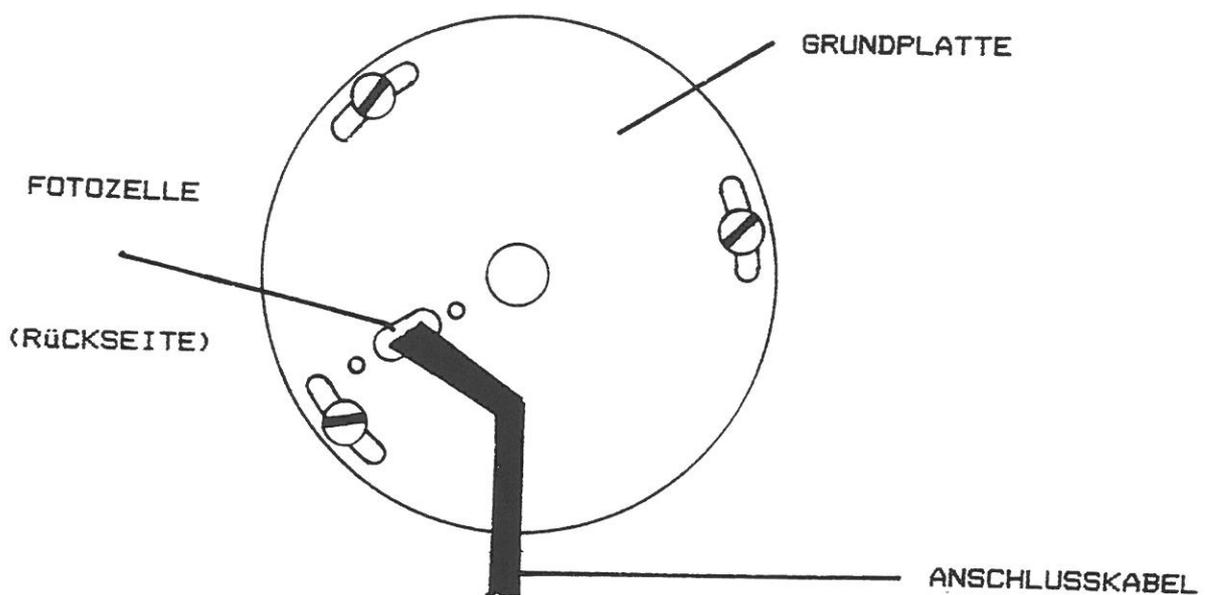

Bild 3.2.2 : Montage der Fotozelle
4. Die Grundplatte mit angeschraubter Fotozelle vorsichtig in den Motorseitendeckel schrauben. (siehe Bild 3.2.2)